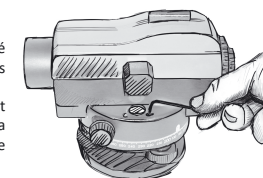

Fig. 8
- Répétez les étapes du point a) au point d) jusqu'à ce que la bulle ne s'écarte plus du centre (Fig. 8).